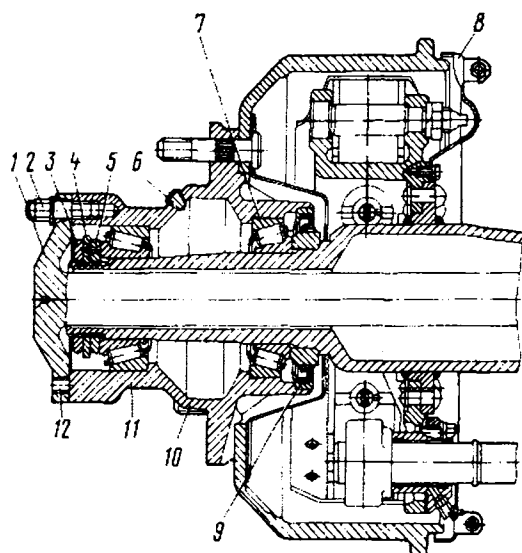

Рис.4-8. Ступица заднего колеса РЗАА
2. Отвернуть гайки 2 (рис. 4-8.) крепления полуоси, снять конические втулки и вынуть полуось. Для снятия полуоси ввернуть болты М12 в два специальных отверстия 12.
Для замены смазки подшипников ступиц передних и задних колес, в случае применения консистентной смазки, ступицы следует снять, используя для этой цели съемники. Перед установкой съемника отвернуть и снять детали 1-5 (рис. 4-8). Ступицы следует снимать осторожно, чтобы не повредить манжету 9.